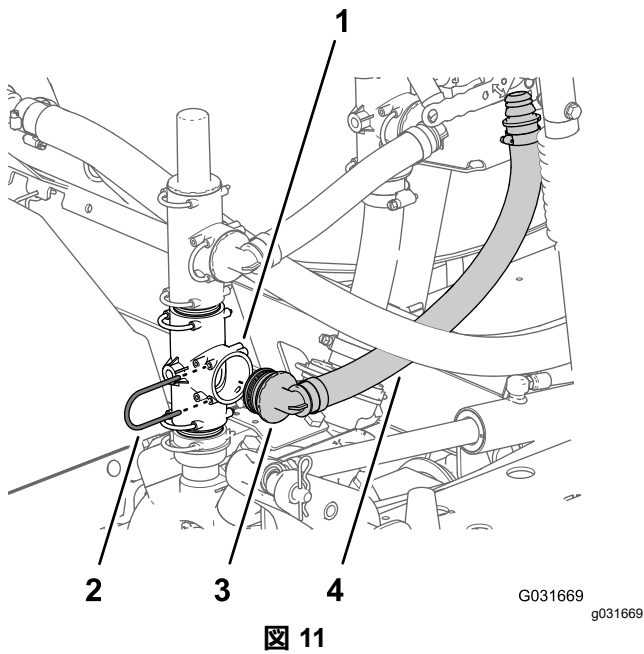

図 11
1. 圧力解放ホースアセンブリのもう一方の 90° フィッティングを、下側 T 字フィッティングバルブマウントに固定の空いているポートに整列させ、90° フィッティングをポートの奥まで完全に入れる 図 11。
2. 90° フィッティングをポンプのT字フィッティングに固定する図 11ステップ1 圧力解放バルブと上側T字フィッティングの位置を変更する(ページ 5)で外したリテーナを使用する。